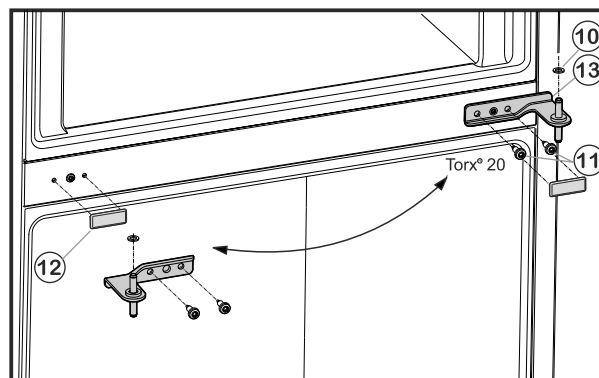

Fig. 6
- Desserrer les vis de fixation Fig. 6 (11) (2 fois Torx® 20) et retirer le support de palier du milieu de la porte inférieure.
- Retirer la rondelle en plastique Fig. 6 (10).
- Retirer le cache Fig. 6 (12) avec précaution.
- Remplacer le cache Fig. 6 (12) du côté opposé.
- ▶ Remettre en place le support de palier du milieu *Fig. 6 (13)* à 180° dans la porte inférieure et la visser solidement à l'aide des vis de fixation *Fig. 6 (11)* (2 fois Torx® 20) sur le nouveau côté de la charnière (**avec 4 Nm**).
- ▶ Remettre en place la rondelle de plastique *Fig. 6 (10)*.
- ▶ Mettre en place la porte supérieure sur le support de palier *Fig. 6 (13)*.